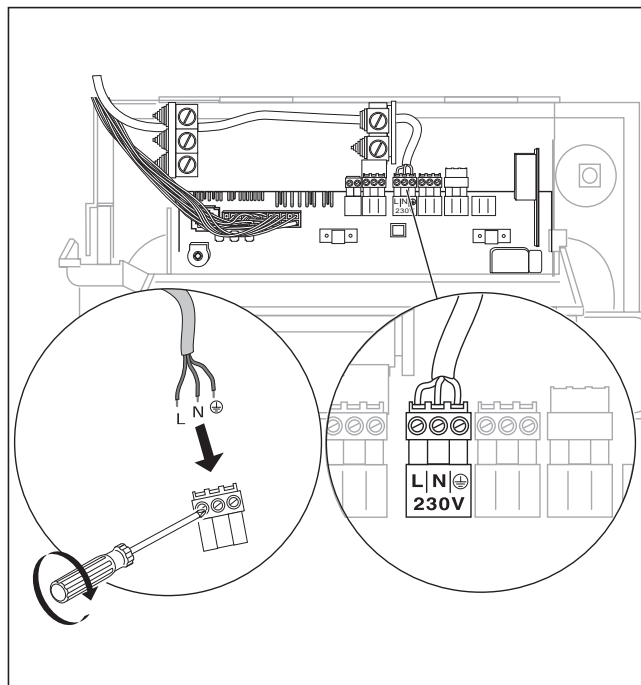

Рис. 4.5 Присоединение провода подключения к сети
Провод подключения к сети и все прочие соединительные кабели (например, кабель отопительного насоса и т.д.) могут быть присоединены к зажимам предусмотренных для этой цели штекеров системы Pro E (смотри рис. 4.5). Кабели с сетевым напряжением и кабели низкого напряжения (например кабели датчиков) должны прокладываться пространственно раздельно.
- Проложите сетевой провод к штекерам системы Pro E в котле. Присоедините сетевой провод к клеммам штекера подключения сети системы Pro E (смотри рис. 4.5 и 4.6).